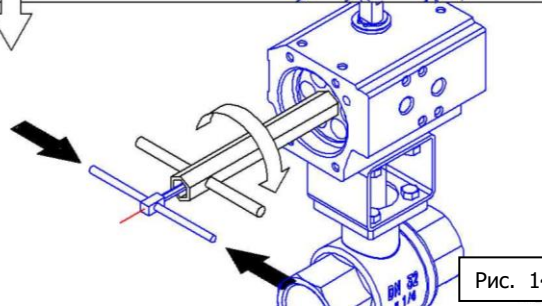

Рис. 14
4. Выбрав желаемую точку закрытия, закрепить в данной позиции регулировочные винты и зажать крепеж. Прodelать ту же операцию с другой стороны привода, см. Рис.14.